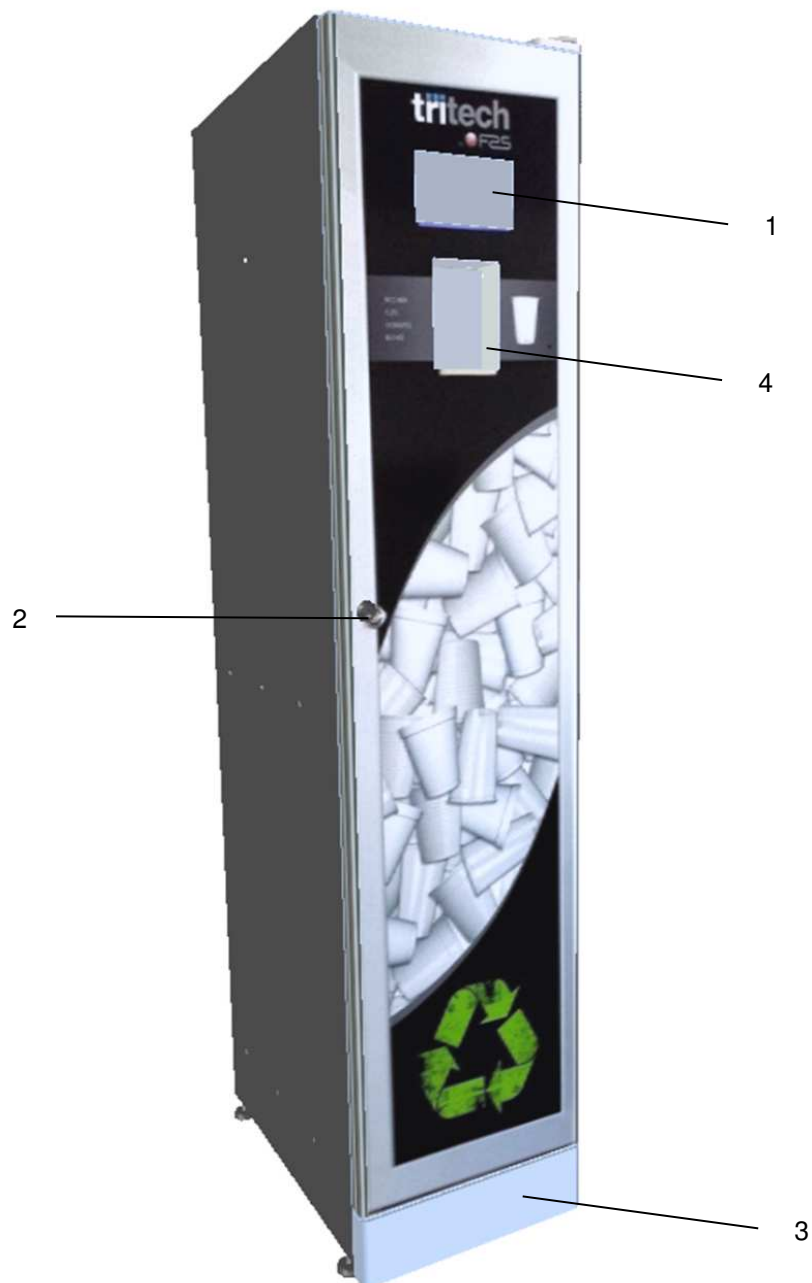

Fig. 3
2. Il display touch (rif. 1 fig. 3) si accende ; attendere fino a che non vi compare la scritta: **“INSERIRE BOTTIGLIA O LATTINA”** oppure **“INSERIRE BICCHIERE”**